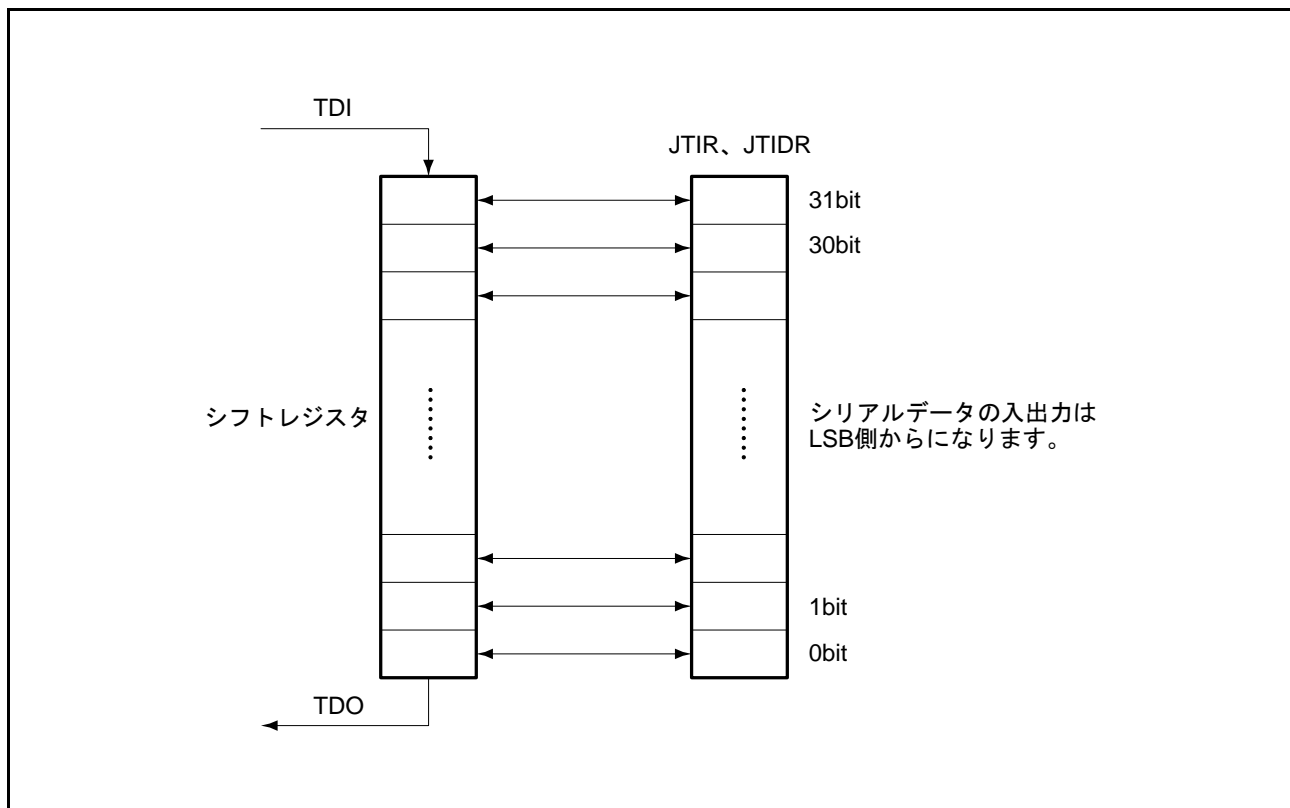

図 48.3 シリアルデータ入出力
(1) シリアル転送時、データの入出力はLSB側からとなります。図 48.3 に示します。